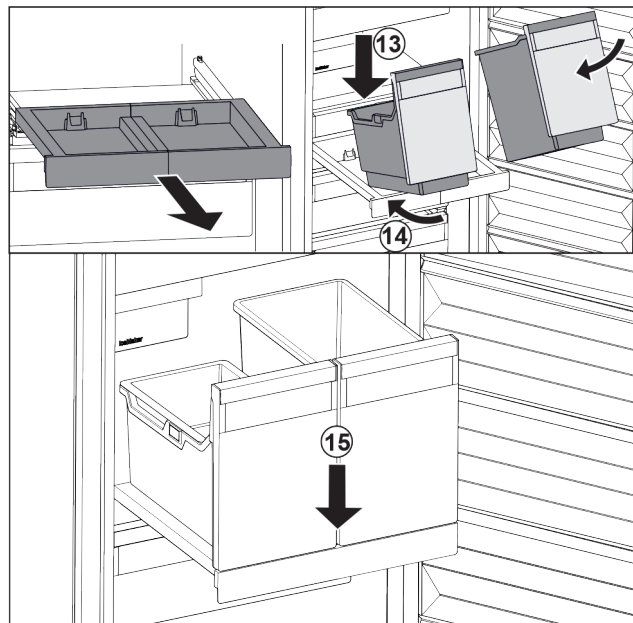

Fig. 40
- Applicare i contenitori in modo inclinato sul ripiano estraibile. Fig. 40 (13)
- Inserire il contenitore in modo inclinato verso la parte posteriore. Fig. 40 (14)
- Abbassare il contenitore nella parte anteriore. Fig. 40 (15)